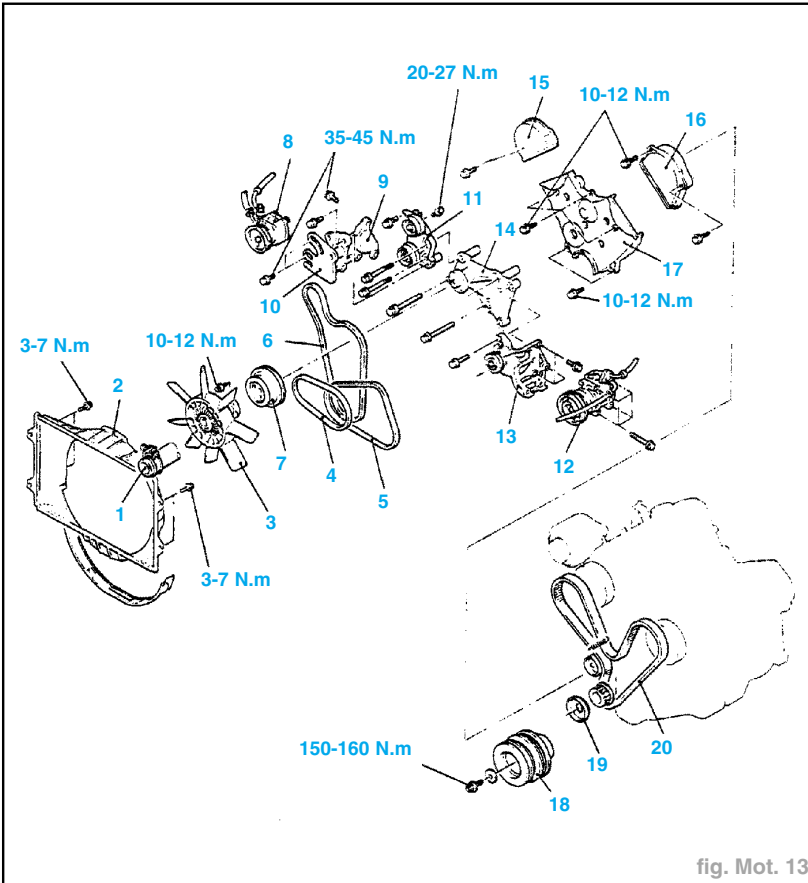

fig. Mot. 13
- Procéder à la dépose dans l'ordre suivant (fig. Mot. 13) :